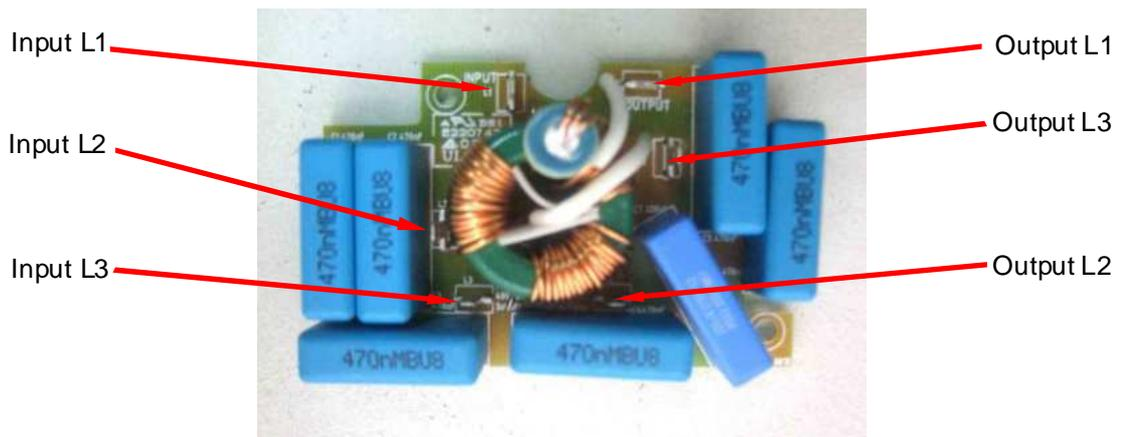

Рис. 4.10. Диагностика платы ЭМИ фильтра
4.8.2. Произвести визуальный осмотр платы. В случае обнаружения повреждённых элементов или перегоревших печатных проводников плата подлежит замене. Проверить мультиметром цепи по табл. 4.2 и рис. 4.10. В случае несоответствия показаний прибора значениям таблицы 4.2, плата ЭМИ-фильтра подлежит замене согласно п. 5.5.